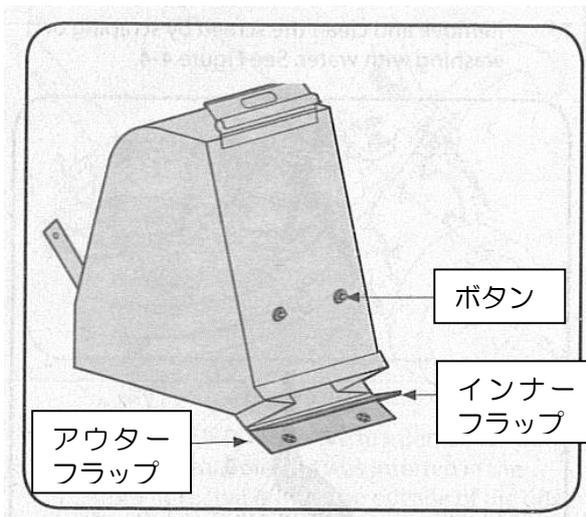

図.7-3
- バッグの後ろにある 2 つのボタンを外して開口部を開きます。前面にあるバッグハンドルと上部にあるクリップを持ちながら中身を出してください。(図.7-3)